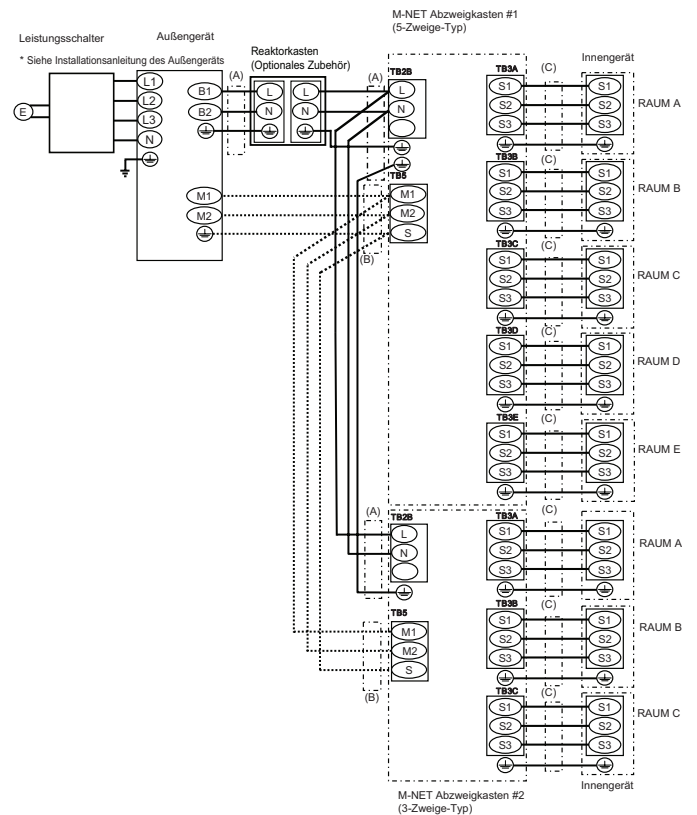
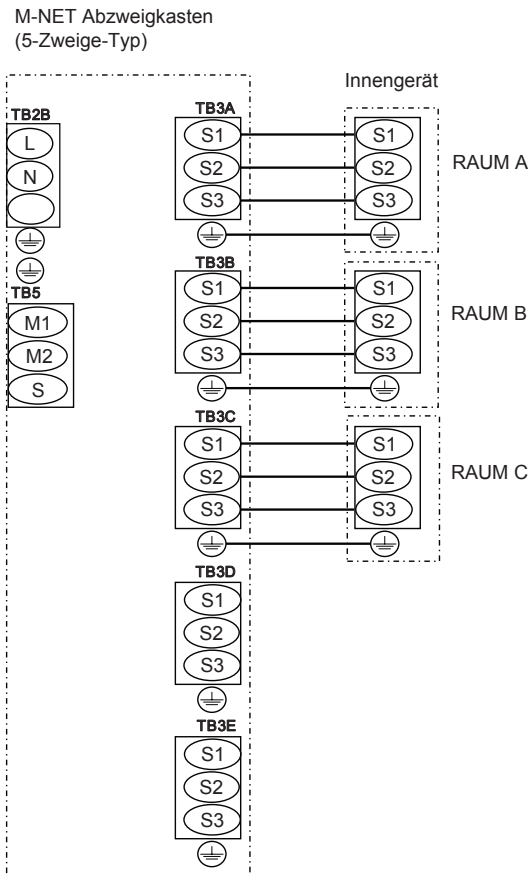

Fig. 8-8
Fig. 8-9
3. Schließen Sie jedes Kabel am zugehörigen Anschlussblock an. (Fig. 8-8)
8.2. Externe Verkabelung (Fig. 8-8, Fig 8-9)